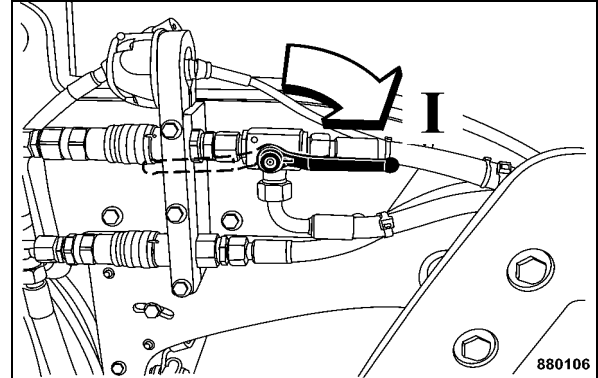

Fig. 91
- Tourner la manette de la vanne de l'épandeur de gravier sur position "I" (Fig. 91).